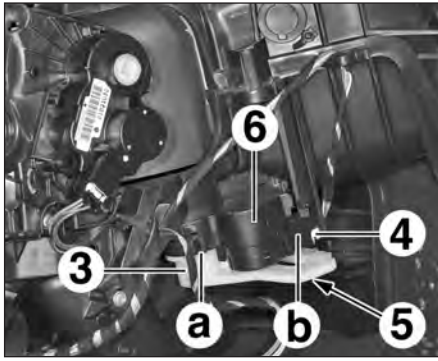

FIG.40
- Dégraffer la biellette de liaison (3) en (a) (Fig.40).
- Débrancher le connecteur (4).
- Déposer la vis (5).
- Déverrouiller le motoréducteur (6) en appuyant en (b).